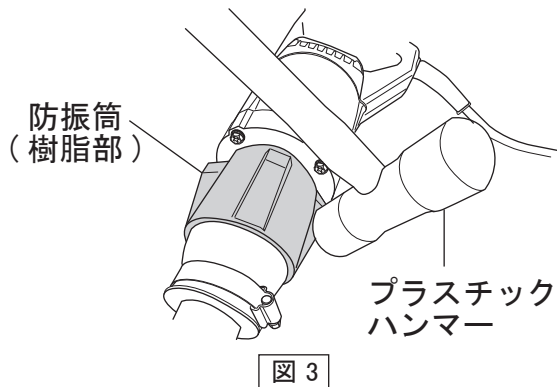

図 3
1. 防振筒の樹脂部をプラスチックハンマーでたたき防振筒および振動筒ケースを外す。(防振筒のネジは左ネジです。)(図3)
5. 防振筒をねじ込み、防振筒の樹脂部をプラスチックハンマーでたたき振動筒を固定する。(防振筒のネジは左ネジです。)(図3)